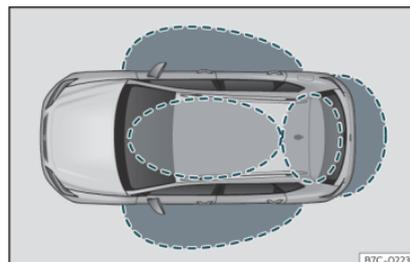
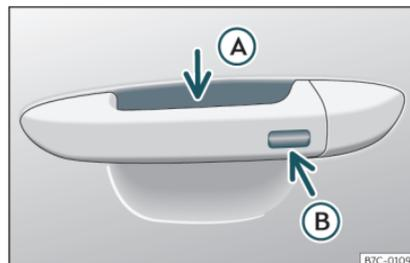

Fig. 76 Keyless Access: zone di prossimità.
Fig. 77 Maniglia della porta: superfici sensibili
Keyless Access è un sistema di chiusura e avviamento senza chiave con il quale è possibile sbloccare e bloccare il veicolo senza utilizzare attivamente la chiave dello stesso. A tal fine, occorre soltanto che vi sia una chiave del veicolo valida nell'area di rilevamento corrispondente al tentativo di accesso al veicolo»» **fig. 76** e toccare una delle superfici sensibili delle maniglie delle porte»» **fig. 77** o azionare il *softtouch*/la maniglia del portellone posteriore»» pag. 109 »» ❶.
Se in una delle zone di prossimità si trova una chiave valida»» **fig. 76**, il sistema di chiusura e avviamento senza chiave Keyless Access concede alla chiave in questione i diritti di accesso non appena viene toccata una delle superfici sensibili delle maniglie delle porte anteriori o viene azionato il *softtouch*/la maniglia sul portellone posteriore.
- Impugnare la maniglia di una delle porte anteriori. Facendolo si tocca la superficie sensibile»» **fig. 77** ❶ (freccia) della maniglia e si sblocca il veicolo.
- Toccare *una volta* la superficie sensibile di blocco»» **fig. 77** ❷ (freccia) della maniglia di »
- Toccare *una volta* la superficie sensibile >>> **fig. 77**  (freccia) della maniglia di una delle porte anteriori. Il veicolo si blocca grazie al sistema di sicurezza "Safe" >>> pag. 103. La porta della maniglia azionata dovrà essere chiusa.
- Toccare *due volte* la superficie sensibile >>> **fig. 77**  (freccia) della maniglia di una delle porte anteriori per bloccare il veicolo senza attivare il sistema di sicurezza "Safe" >>> pag. 103.
Quando il veicolo è chiuso, il portellone posteriore si sblocca automaticamente durante l'apertura se nelle vicinanze >>> **fig. 76** si trova una chiave del veicolo valida.
- Premere il pulsante di chiusura  del telecomando e, entro i 5 secondi successivi, toccare una volta la superficie sensibile di blocco della maniglia della porta del conducente >>> **fig. 77** . Non afferrare la maniglia della porta, altrimenti il veicolo non si bloccherà. È inoltre possibile effettuare la disattivazione se il veicolo viene bloccato tramite la serratura della porta anteriore lato guida.
Per **chiudere con la funzione comfort** tutti i finestrini elettrici e il tettuccio di vetro, mantenere un dito per alcuni secondi sulla superficie sensibile di blocco»» **fig. 77 B** (freccia) della maniglia della porta finché non si saranno chiusi i finestrini e il tettuccio.
Le superfici sensibili delle maniglie delle porte potrebbero essere attivate da un getto d'acqua o vapore a forte pressione nel caso in cui vicino al veicolo vi sia una chiave valida. Se almeno uno dei finestrini dotati di alzacristalli elettrico è aperto e si attiva in modo permanente la superficie sensibile »» **fig. 77 B** (freccia) di una delle maniglie, si chiuderanno tutti i finestrini.
- **OPPURE:** toccare *due volte* la superficie sensibile situata sulla parte esterna della maniglia della porta»» fig. 77 .